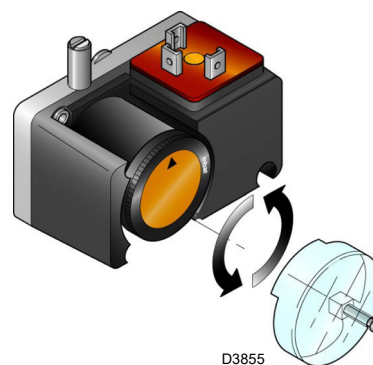

Fig. 32
- Regolare il pressostato per il controllo di tenuta (Kit PVP)(Fig. 32 a pag. 36), se presente, secondo le istruzioni a corredo del kit stesso.
Regolare il pressostato per il controllo di tenuta (kit PVP) (Fig. 32) secondo le istruzioni a corredo del kit stesso.